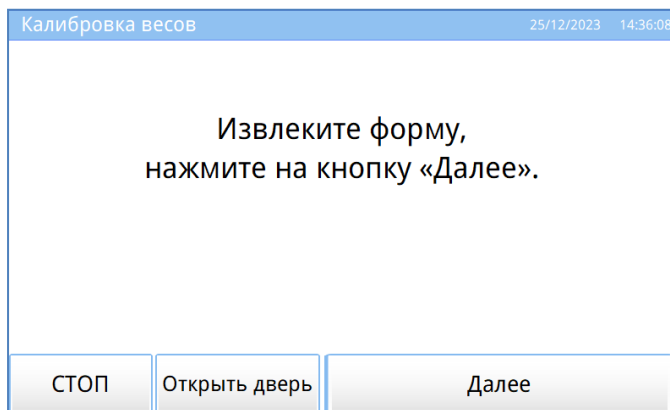

Рисунок 36 – Окно «Калибровка весов». Шаг второй
5.9.5 Извлечь пустую форму из аппарата (см. рисунок 36).